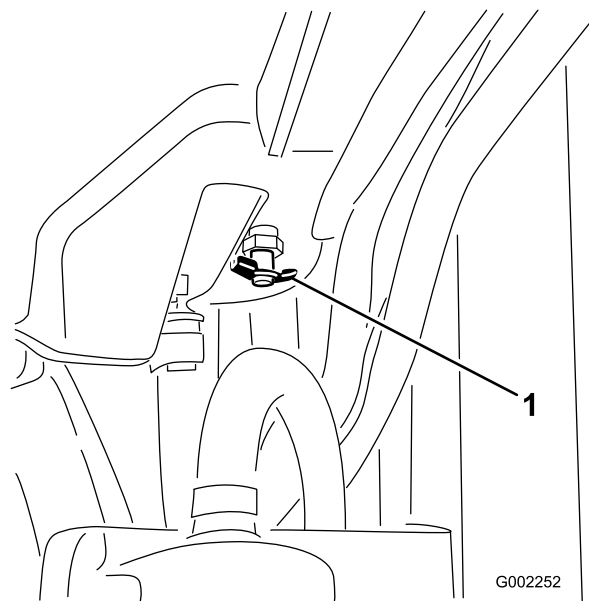

Figure 93
- Ouvrez le robinet de vidange et vidangez le liquide de refroidissement dans le bac (Figure 93).
- Fermez le robinet de vidange (Figure 93).